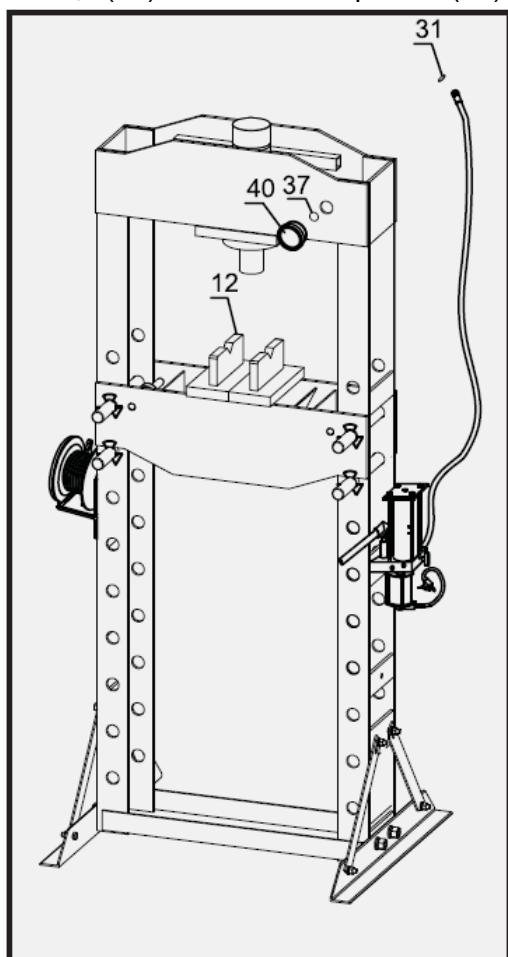

Рис. 5
Воспользуйтесь схемой стендса (рис. 5), списком деталей и схемой сборки, приведенной в данной инструкции, разложите все детали по порядку и установите их предназначение перед сборкой.
6. Закрепите шланг к Т-образному соединителю с использованием уплотнительного кольца (31). Затем закрепите манометр (40) с использованием уплотнительного кольца (37). Установите призмы (12) на стол пресса. См. рис. 5.